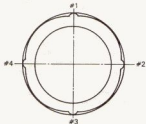

Bild 134
- Die asymmetrisch gestalteten Innenlamellen so im Kupplungskorb anordnen, dass ihre durch den Halbkreis am Umfang kenntlich gemachten dünneren Stellen um 90° zueinander versetzt angeordnet sind (siehe hierzu Bild 134).